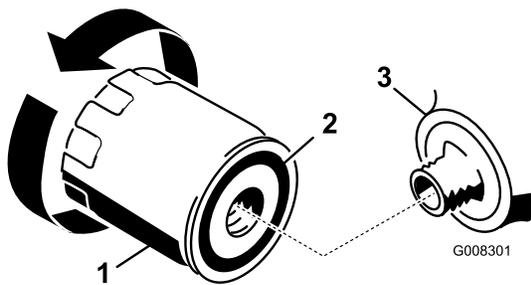

Bild 27
2. Entfernen Sie den alten Ölfilter und wischen Sie die Dichtfläche am Anbaustutzen ab (Bild 27).
3. Schmieren Sie die Gummidichtung am neuen Ölfilter (Bild 27) mit etwas Frischöl ein.
5. Ziehen Sie den Filter um eine weitere 1/2 bis 3/4 Umdrehung (Bild 27).